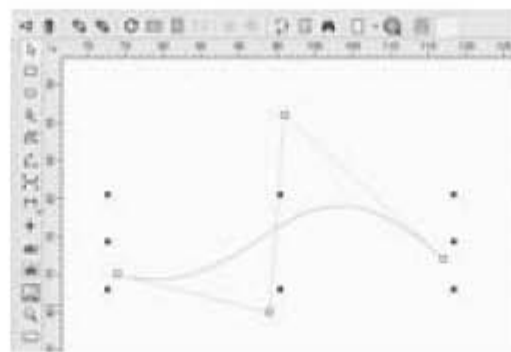

Рис. 1.17. Кривая Безье
7. *Кривая Безье*. Кривая Безье имеет четыре опорные точки: начальную, конечную и две промежуточные (рис. 1.17). Две промежуточные точки